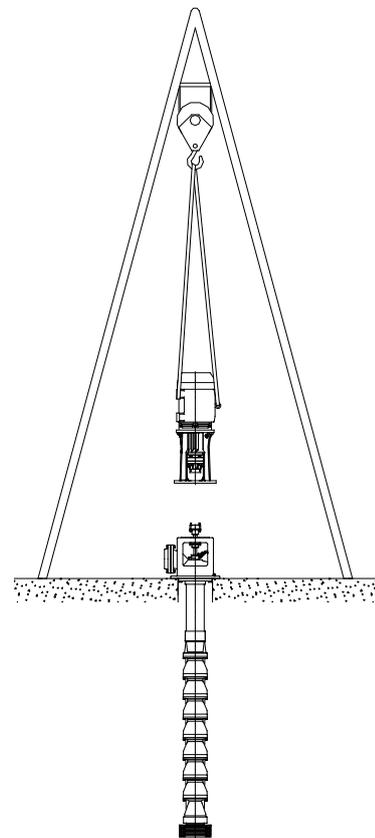

Fig. 3. Instalación del motor
5.- Eleve el conjunto Soporte-Motor sobre el equipo. Limpie las superficies que entrarán en contacto, gírelo hasta la posición adecuada y descíndalo (Ver Fig. 3). Asegure el soporte a la linterna mediante los conjuntos de fijación.